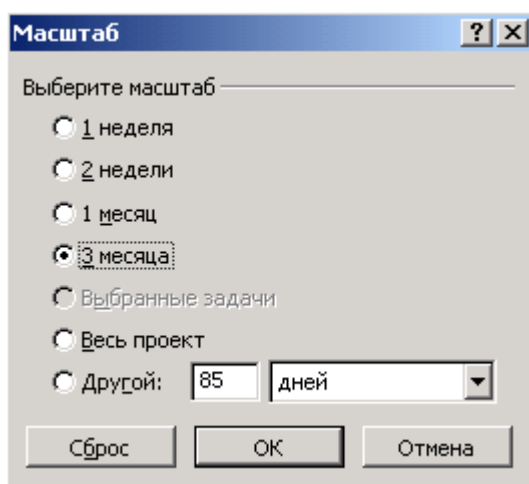

Рис. 22. Диалог (Масштаб)
- Выберите команду меню (Вид • Масштаб). На экране появится диалог (Масштаб) (рис. 22).